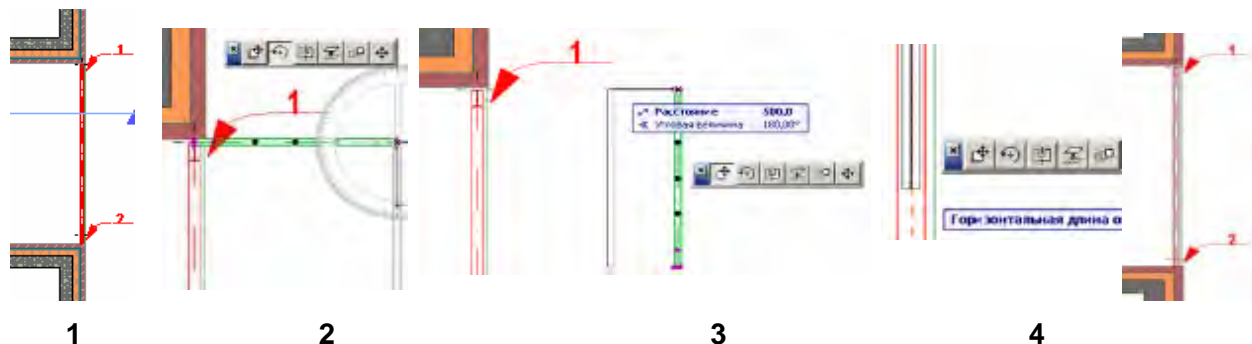
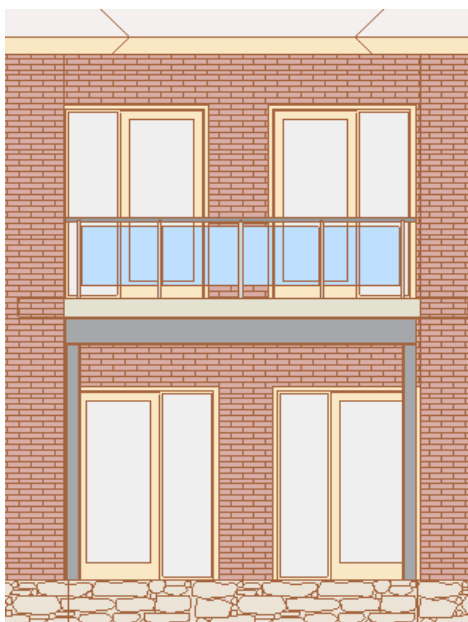

Рис. 116
Рис. 117
5. Выполните последовательно операции поворота, перемещения и удлинения ограждения, представленных фрагментами рисунков (рис. 116). В результате ограждение установится в проектное положение и его трехмерное изображение представлено на фрагменте фасада (рис. 117).